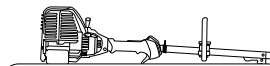

Fig. 24
2. Coloque el motor sobre una superficie plana y nivelada, con el protector de la cabeza de corte colgando de un banco o mesa de trabajo para obtener una lectura adecuada del nivel de aceite (Fig. 24).